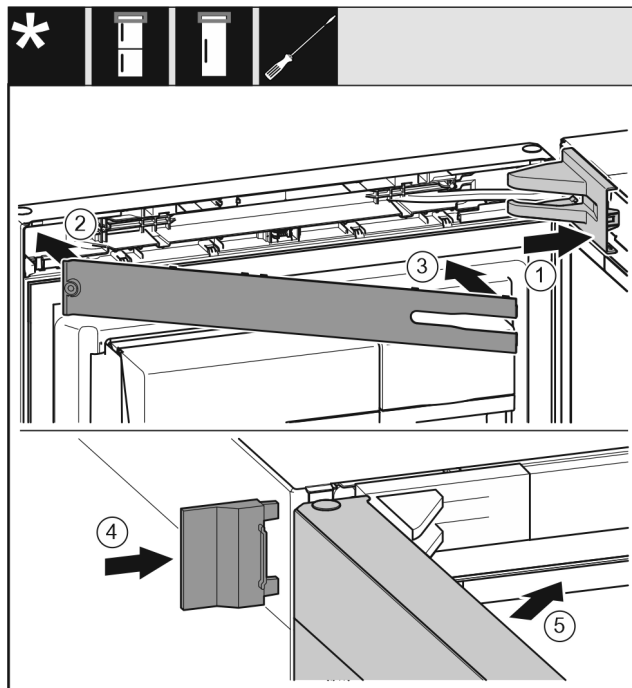

Fig. 39
- ▶ Așezați apărătoarea suporturilor de lagăr și fixați-o în poziție, după caz, desfaceți-o prin apăsare cu precauție. Fig. 39 (1)
- ▶ Așezați masca. Fig. 39 (2)
- ▶ Rabatați în interior și fixați în poziție masca. Fig. 39 (3)
- ▶ Împingeți apărătoarea exterioară. Fig. 39 (4)
- ▶ Închideți ușa superioară. Fig. 39 (5)